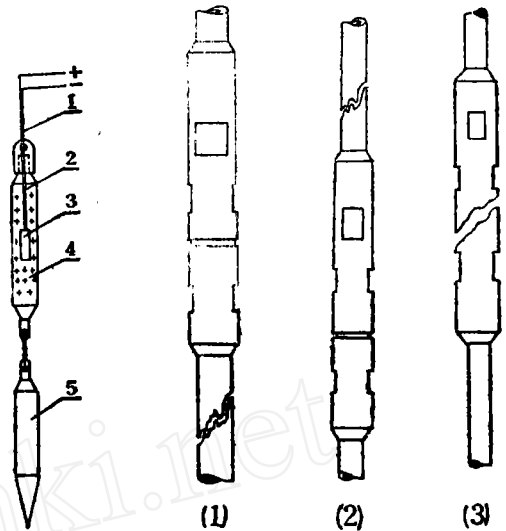

图5
2. 量准胶质线、连接重锤，先从钻杆内试探需炸位置。作用有二：(1) 确定事故钻杆、锁接手最小内径，以便选用相应规格的炸药包。(2) 探测需炸位置，井深误差，以保证所炸位置准确。
3. 将地面胶质线接通电源，检查线路是否畅通。畅通后切断电源，将胶质线、重锤、炸药包三者连接好(图5)。